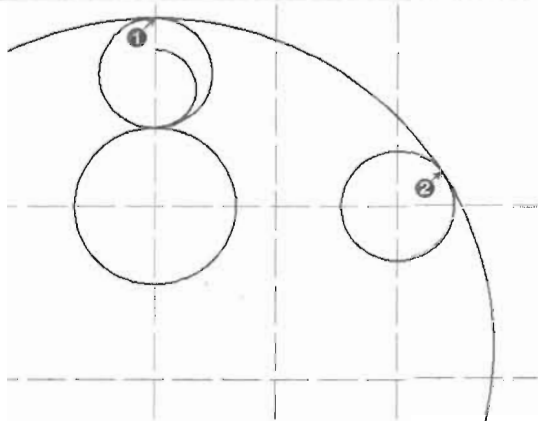

图 3-94
(8) 单击“绘图”工具栏中的“圆”按钮, 用“切点、切点、半径”法绘制一个和如图 3-94 所示的两个圆形相切的圆形, 命令执行过程如下。
指定对象与圆的第一个切点: //捕捉如图 3-94 所示的点 1
指定对象与圆的第二个切点: //捕捉如图 3-94 所示的点 2